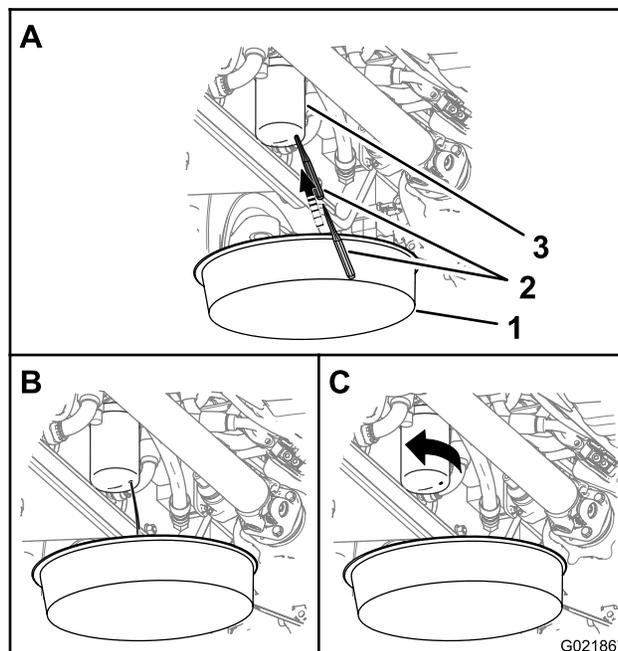

Figura 94
Nota: É possível acessar o filtro de pressão hidráulica por baixo da parte direita da máquina, atrás do reservatório hidráulico (Figura 94).
1. Posicione um recipiente sob o filtro de pressão hidráulica (Figura 94).
2. Perfure o fundo do filtro de pressão hidráulica, escoando o fluido hidráulico residual para o recipiente (Figura 94).
3. Gire o filtro de pressão hidráulica no sentido anti-horário, removendo-o (Figura 94).